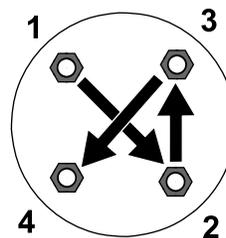

Рисунок 8
2. Затяните зажимные гайки (в перекрестном порядке, как показано на Рисунок 8) с моментом от 108 до 122 Н·м.